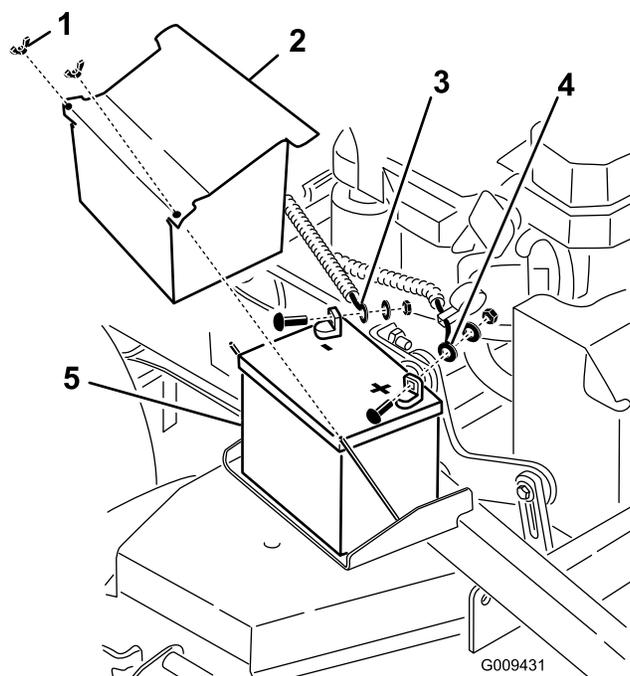

Figura 52
4. Scollegate il cavo negativo della batteria dal morsetto negativo (-) della batteria (Figura 52).
6. Togliete il cavo positivo (rosso) della batteria (Figura 52).
7. Togliete il dispositivo di fissaggio della batteria (Figura 52) e rimuovete la batteria.
1. Montate la batteria sulla macchina (Figura 52).
3. Montate il cavo positivo (rosso) della batteria sul morsetto positivo (+) della batteria con un dado, una rondella e un bullone. (Figura 52).
5. Montate il cavo negativo della batteria e il filo di messa a terra sul morsetto negativo (-) della batteria con un dado, una rondella e un bullone (Figura 52).